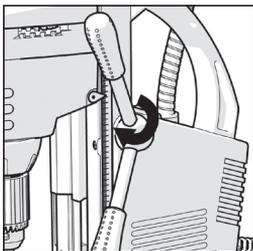

Fig. 1
- Fäst de tre handtagen på spindelnaven och se till att de sitter bra på plats. **(Fig. 1)**